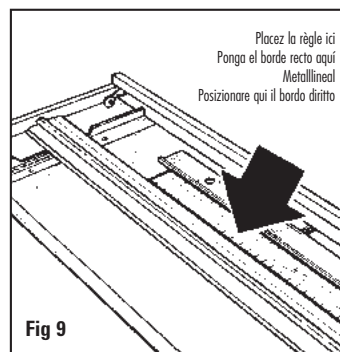

Fig 9
3. Placez une règle en métal ou une barre rectiligne appropriée entre le rail parallèle et le rail de guidage. (Fig. 9)
3. Coloque una regla de metal o filo recto adecuado entre la Guía de la Lámina Perimétrica y la Barra de Corte. Fig. 9
3. Legen Sie ein Metalllineal zwischen die Führungsschiene und die Passepartoutführung Abb. 9.
3. Posizionare un righello metallico o un regolo appropriato tra la guida del passepartout e la barra di taglio. Fig. 9